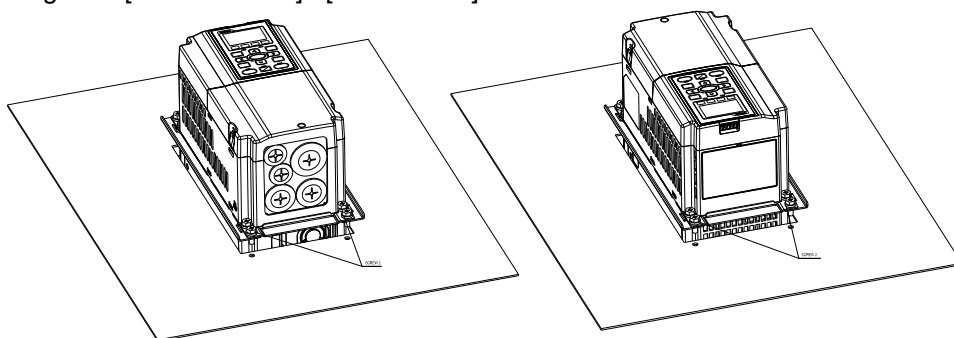

图 4
4. 将螺丝 2\*4 (M6) 穿过 Accessory 2&3 与配盘锁住 (如图 4 所示)。扭力值: 25~30 kg-cm / [21.7~26 lb-in.] / [2.5~2.9 Nm]